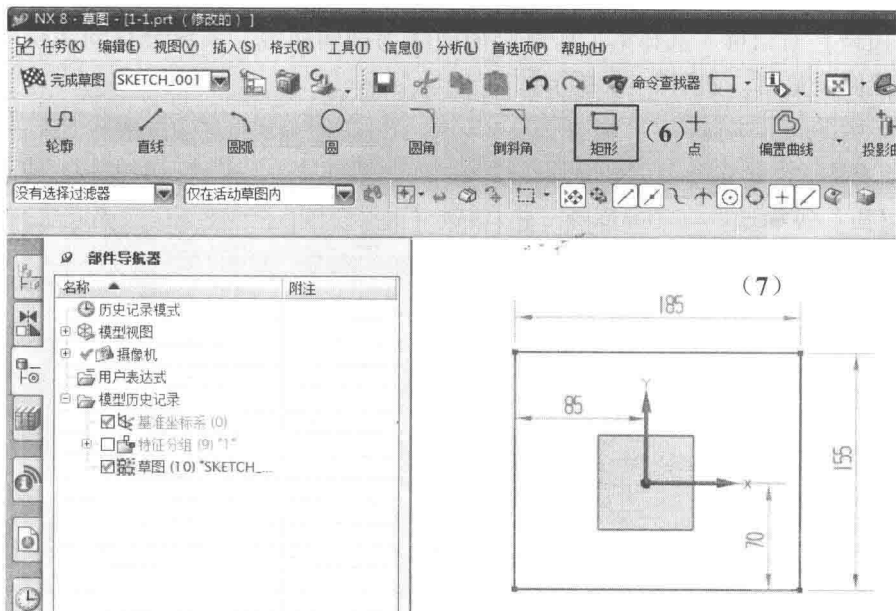

图 1-5 草图界面
(5) 直接单击【确定】按钮 ，进入如图 1-5 所示的草图界面；
(6) 依次单击【插入】—【曲线】—【矩形】命令  矩形(R)，弹出【矩形】对话框；
(7) 在草图界面的绘图区域的合适位置绘制一个任意大小的矩形，如图 1-5 所示，系统会根据矩形的大小自动生成尺寸；